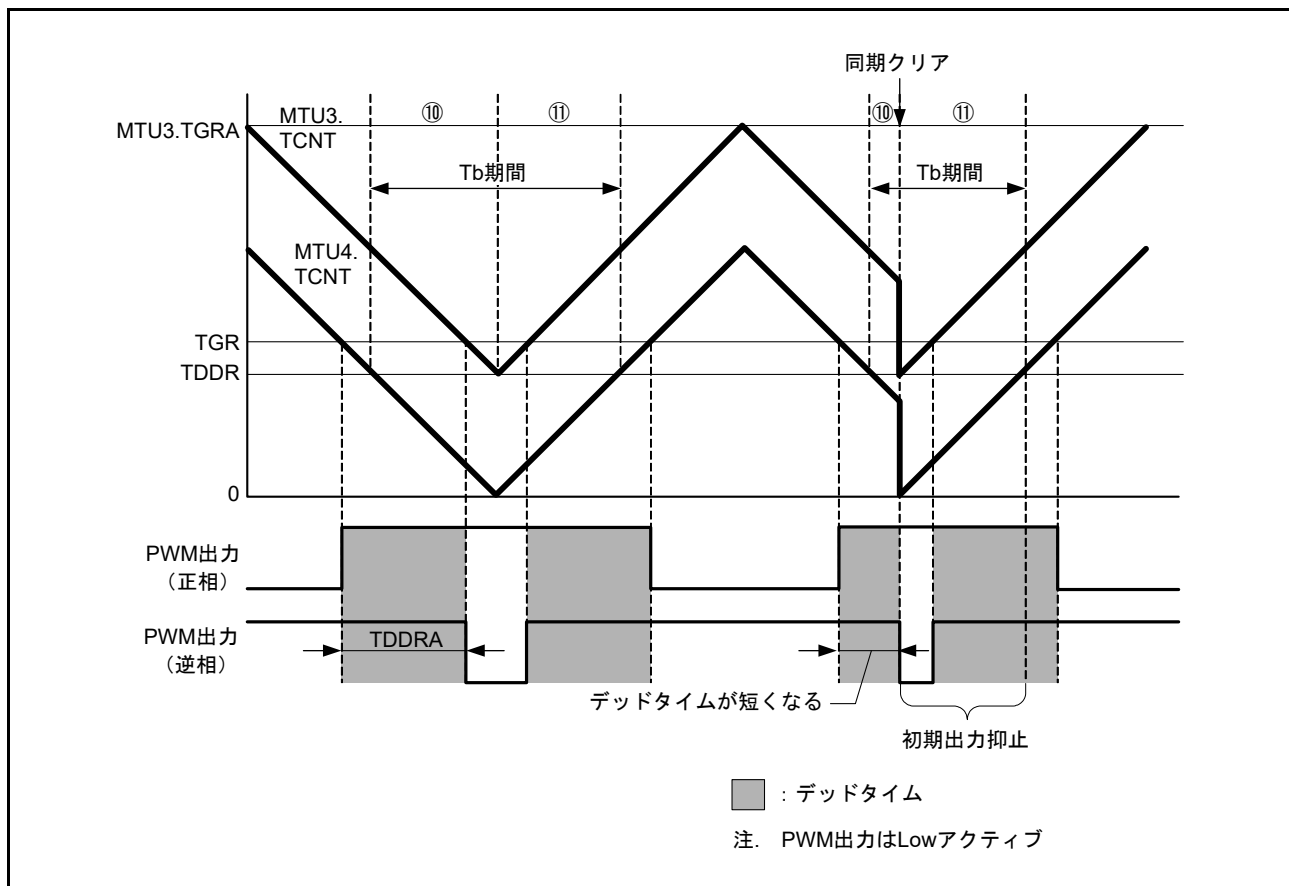

図 20.149 同期クリア例 (条件 1 の場合)
条件 1 初期出力の抑止期間⑩にて、PWM 出力がデッドタイム期間中に、同期クリアした場合 (図 20.149 参照)